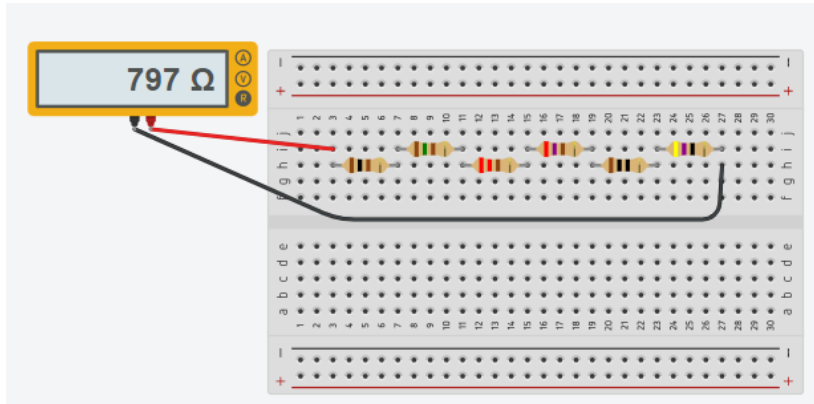

Figura 1.5. Medición de resistencia del circuito en serie.
- Con la resistencia calculada procede a medir la resistencia equivalente con el multímetro en función de Óhmetro, similar a lo mostrado en la *figura 1.5*.